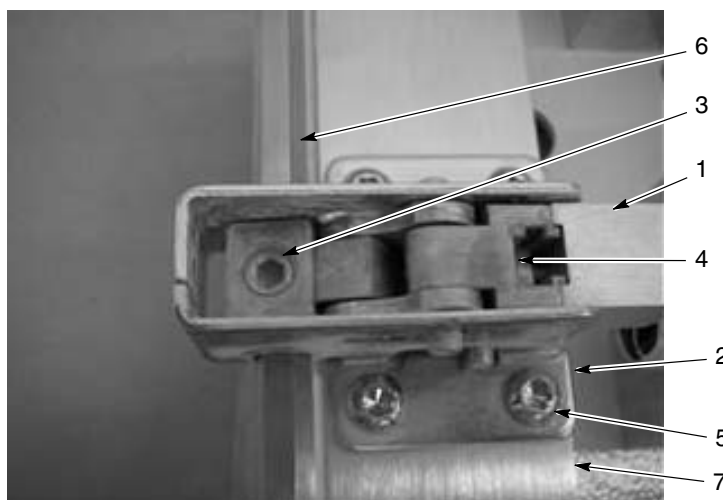

Figura 8-2 Înlocuirea elementului de blocare
3. A se vedea Figura 8-2. Prindeți suportul cilindrului și trageți cilindrul afară în poziția de prelungire maximă pentru a extinde sistemele de blocare și pentru a oferi acces la șuruburile sistemului de blocare (3).